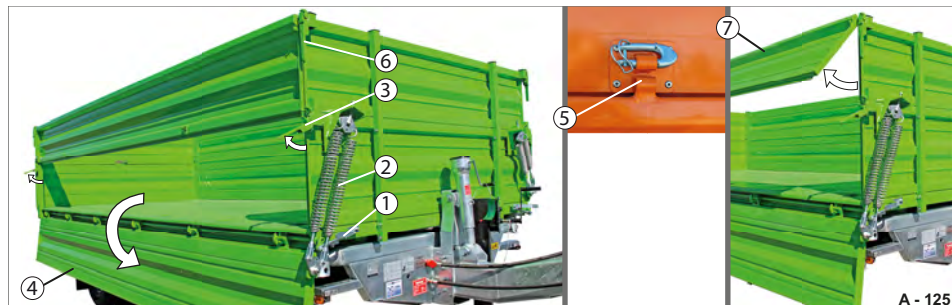

Abb. 130 Bordwandaufsatz mit Grundbordwand im Verbund abgeklappt
Die Zentralverriegelung (Abb. 130/1) und die Verschlüsse des Bordwandaufsatzes (Abb. 130/6) müssen geschlossen bleiben!
- ▶ Entsichern Sie die Scharniere (Abb. 130/5).
- ▶ Entriegeln Sie die Verschlüsse (Abb. 130/3) der Grundbordwand.
- ▶ Halten Sie die Grundbordwand (Abb. 130/4) fest und klappen Sie diese langsam / kontrolliert herunter. Die Grundbordwand hängt an den Verschlussstellen der Zentralverriegelung.
- ▶ Klappen Sie die Grundbordwand (Abb. 130/4) hoch. Die Hebefedern unterstützen Sie dabei.
- ▶ Verriegeln Sie die Verschlüsse der Grundbordwand (Abb. 130/3).